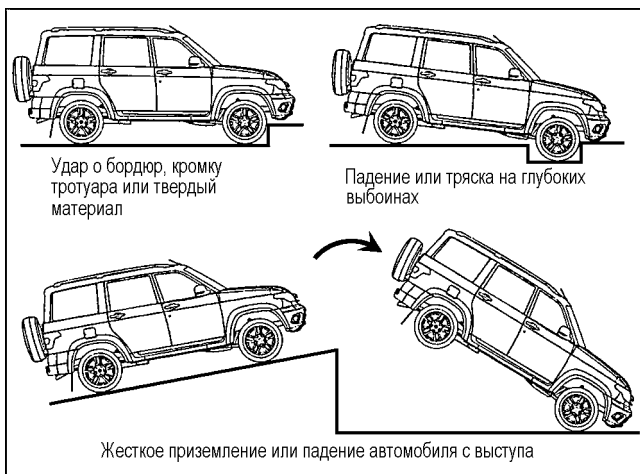

Рис. 3.36. Примеры ситуаций со срабатыванием системы пассивной безопасности водителя и переднего пассажира
- в случае достаточного по силе удара, воздействующего на автомобиль спереди, некоторые примеры показаны на (рис. 3.36).